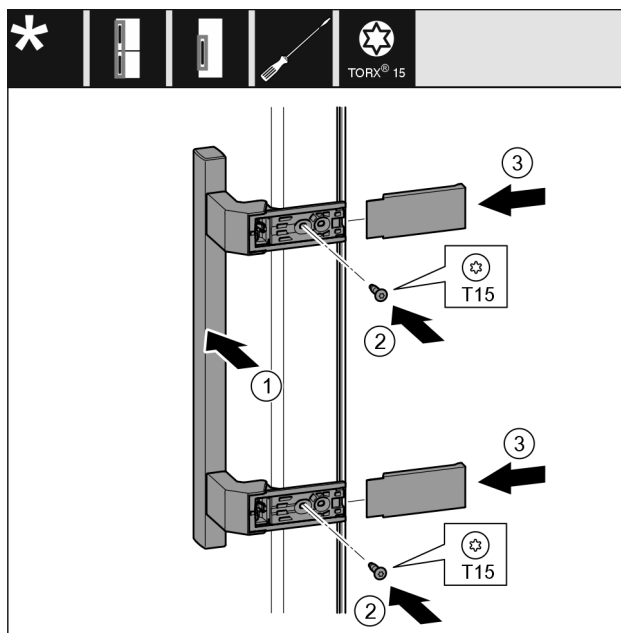

Fig. 41
- Helyezze fel a fogantyút Fig. 41 (1) a másik oldalra.
- Húzza meg a csavarokat Fig. 41 (2) csavarhúzóval.
- Helyezze fel a fedelet Fig. 41 (3) oldalra, és tolja fel őket.